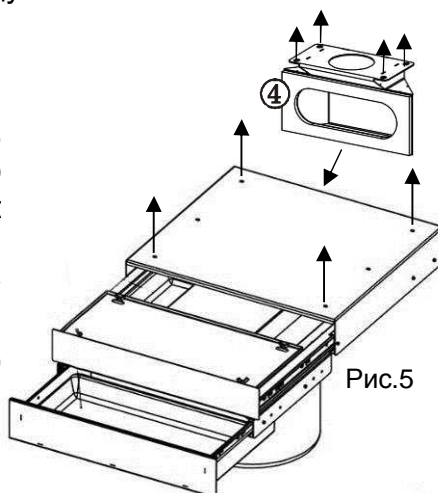

Рис.5
6.2.3 Установить **МФ** в направляющие рамы (1), ящик (2) в направляющие под модулем: удерживая на весу модуль фильтров с вытяжкой, завести правую и левую части направляющих в ответные. Убедиться, что модуль установлен полностью, его задняя стенка прижата к уплотнению на адаптере, рис.5.